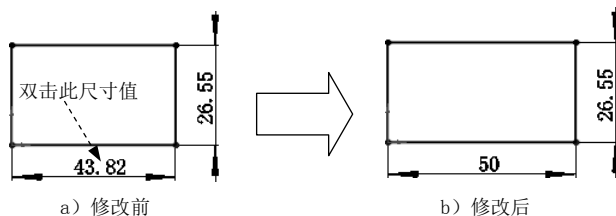

图 4.10.2 修改尺寸值
Step3. 定义参数。在“修改”对话框中的文本框中输入数值 50，单击 按钮，然后单击“尺寸”对话框中的 按钮，完成尺寸的修改操作，如图 4.10.2 所示。